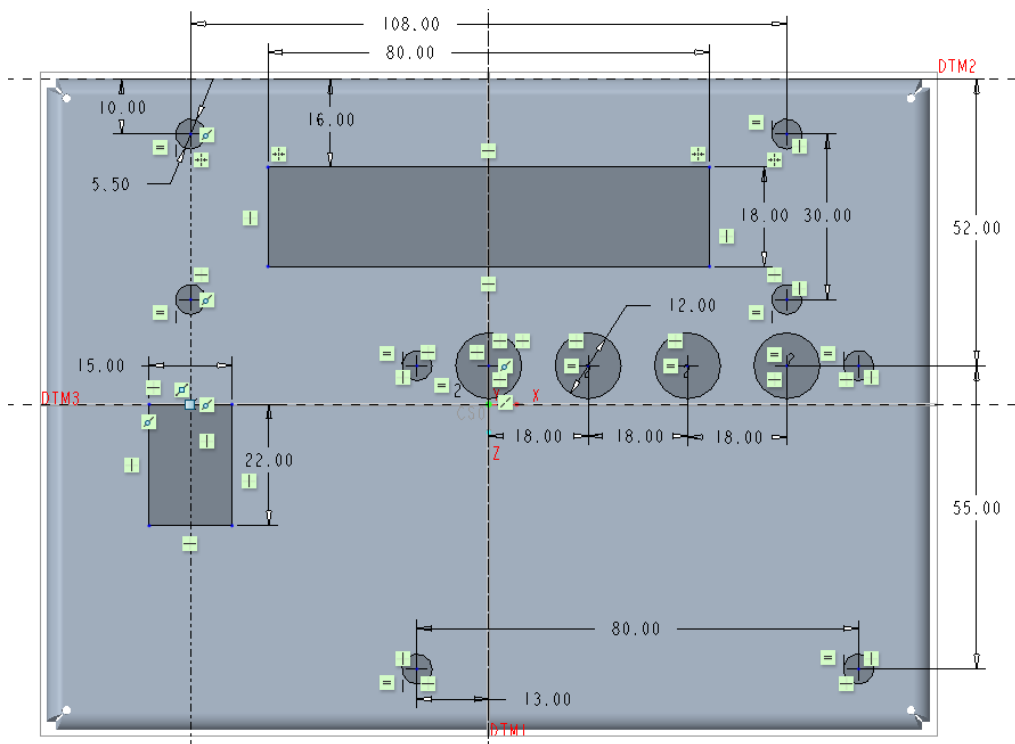

图 7-27 绘制剖面 1
(2) 在“拉伸”选项卡中打开“放置”面板，从中单击“定义”按钮，弹出“草绘”对话框。选择 DTM2 基准平面作为草绘平面，默认的草绘方向参考为 DTM1 基准平面，方向选项为“右”，接着从“草绘”对话框中单击“草绘”按钮，进入草绘器。
(3) 绘制图 7-27 所示的剖面，单击  (确定) 按钮。